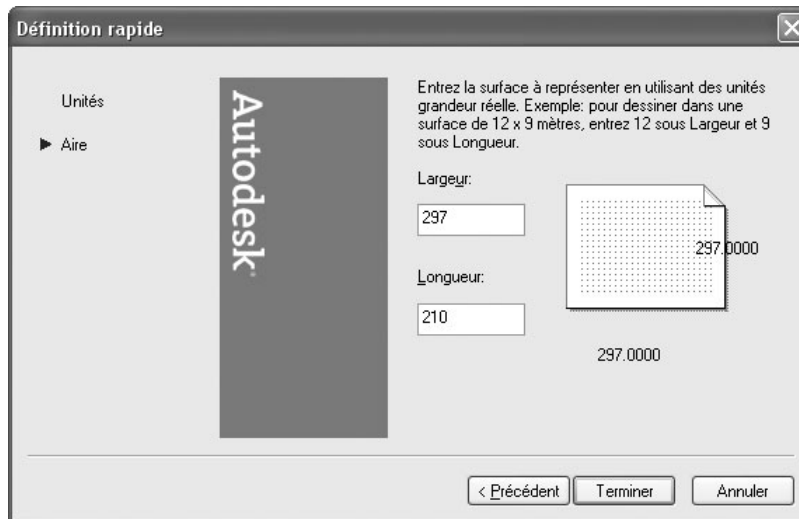

Fig.1.52
- 5 Définir les limites du dessin en entrant une largeur (Width) et une longueur (Length) (fig.1.52) : Par exemple 297 et 210.